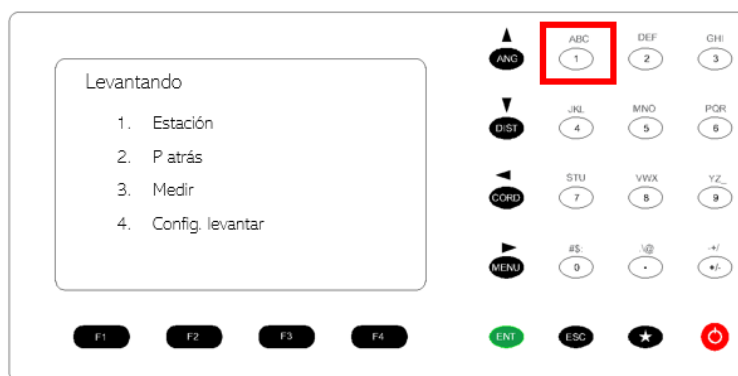

Figura 112. Menú de configuración de la estación.
19. Presionar botón 1. Estación para entrar al menú de configuración de la estación. Figura 112.